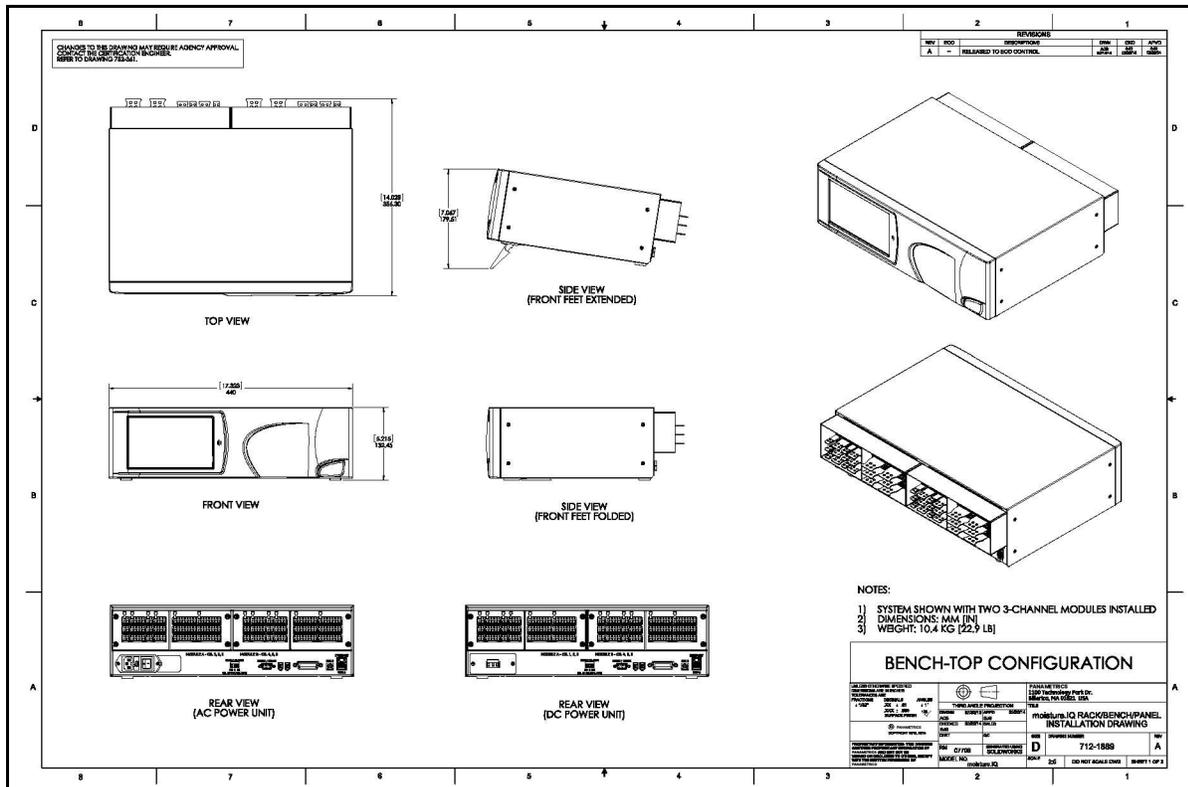
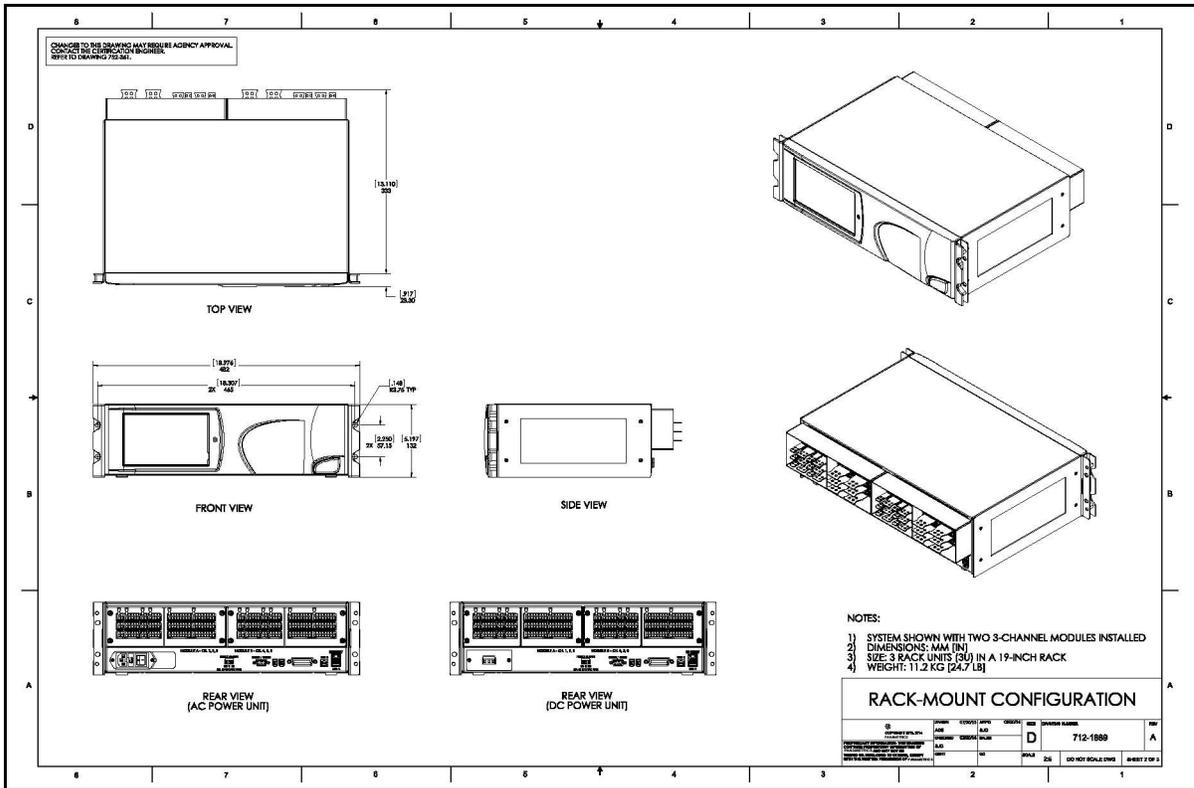
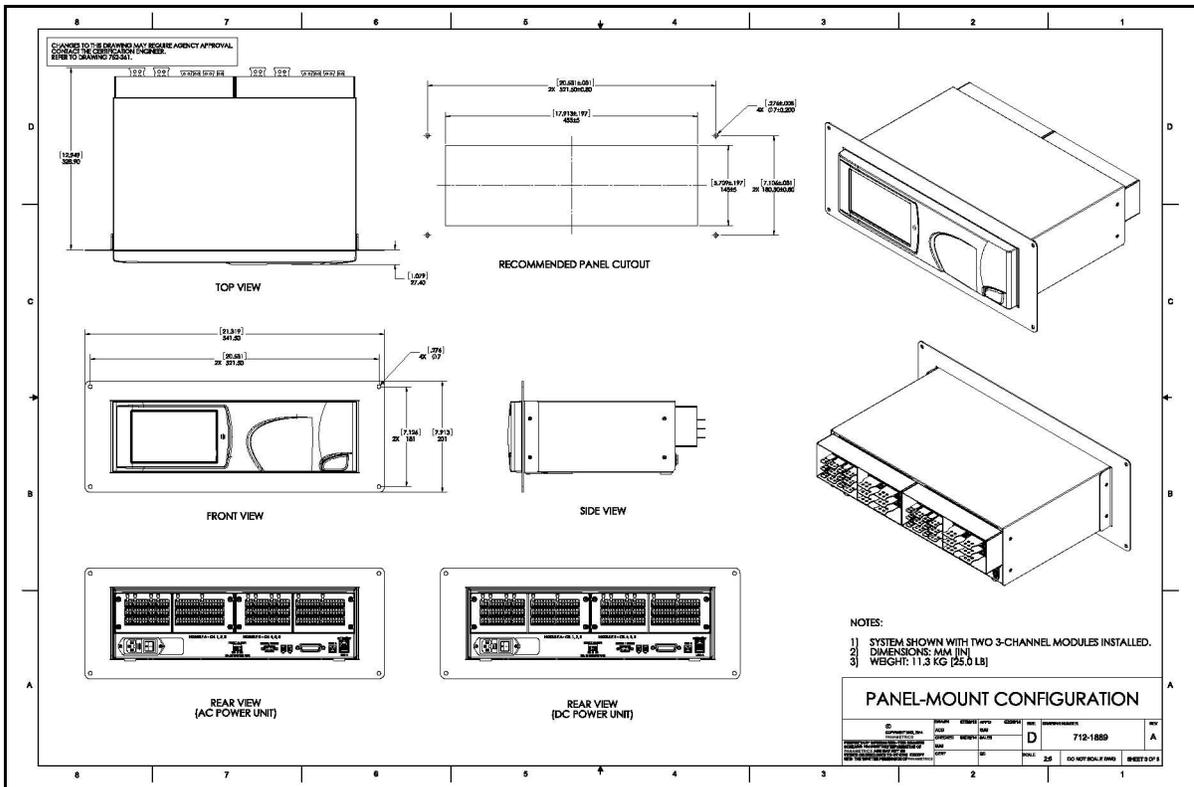

Рис. 7: Настольное исполнение (чертеж 712-1889_revA, лист 1 из 3)
Рис. 8: Стоечное исполнение (чертеж 712-1889_revA, лист 2 из 3)
Рис. 9: Панельное исполнение (чертеж 712-1889_revA, лист 3 из 3)
- Монтаж должен производиться согласно *чертежу конфигурации 712-1889* для стоечной (см. *Рис. 8* на *стр. 5*)/настольной (см. *Рис. 7* на *стр. 4*)/панельной (см. *Рис. 9* на *стр. 5*) установки.